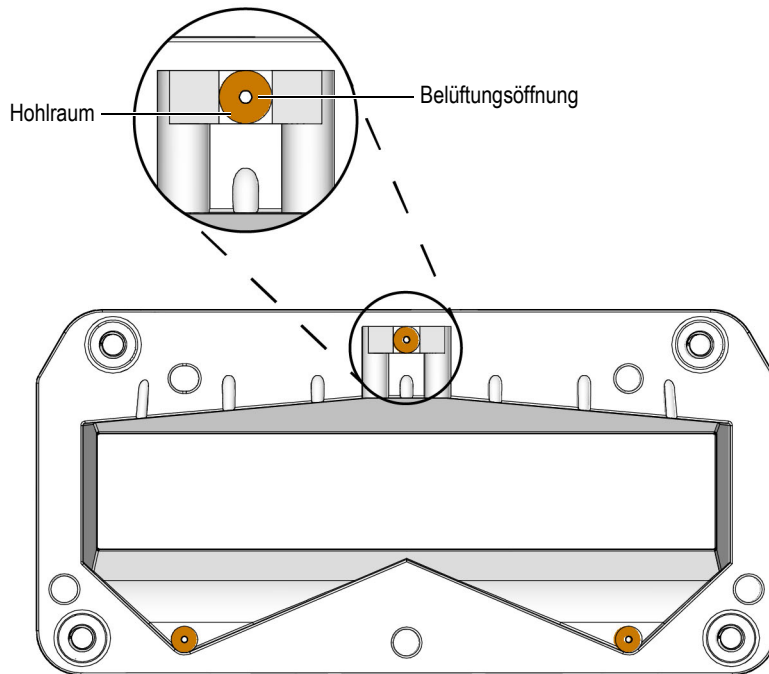

Abbildung 5-4 Belüftungsöffnungen der Vorlaufstrecke
Die drei Hohlräume und Belüftungsöffnungen der Vorlaufstrecke können blockiert sein und müssen gereinigt werden (siehe Abbildung 5-4 auf Seite 81).
4. Reinigen Sie den Hohlraum, indem Sie die Ablagerungen von den Seiten und dem Boden entfernen (siehe Abbildung 5-4 auf Seite 81).